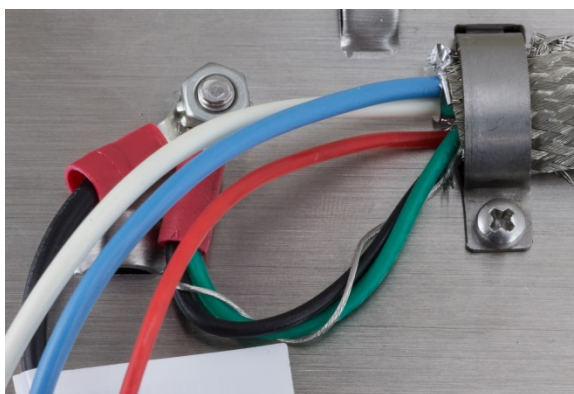

Figura 2-64: Cableado de conexión a tierra
9. En la cubierta posterior de la caja para montaje en panel, conecte el alambre negro corto (incluido) y los alambres torcidos negro y verde del cable POWERCELL en el perno de conexión a tierra externa con una tuerca hexagonal como se muestra en la Figura 2-64.